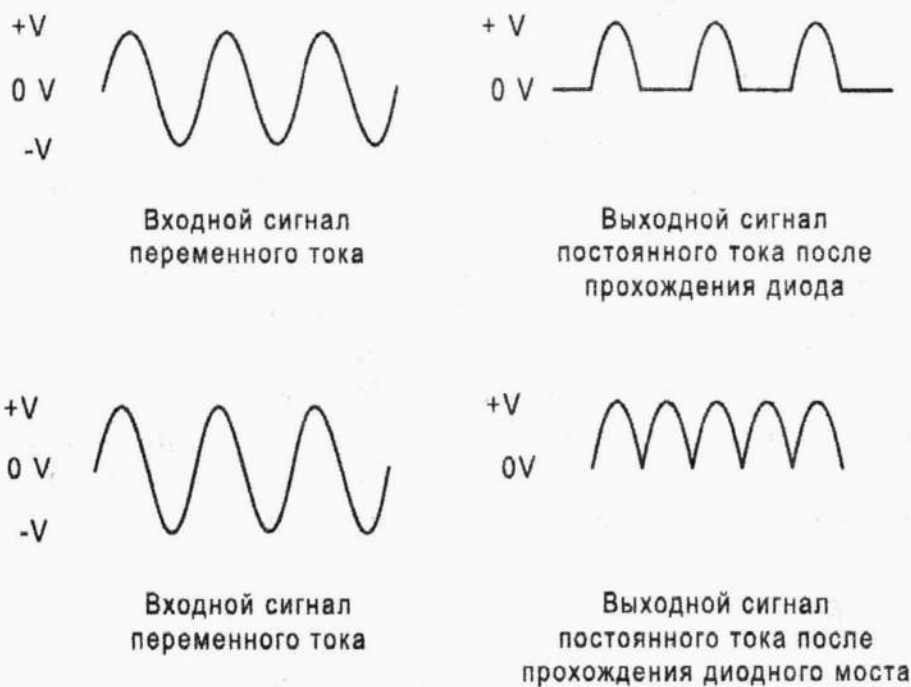

Рис. 4.6. Диоды могут служить для преобразования переменного тока в постоянный
- ✓ **Выпрямительный диод.** Этот основной тип диода преобразовывает (или выпрямляет) переменный ток в постоянный. (Запомните: переменный ток постоянно пульсирует между плюсом и минусом, а постоянный ток стабилен и может быть постоянно либо положительным, либо отрицательным. Примеры сигналов постоянного и переменного тока изображены на рис. 4.6). Диоды очень часто называют выпрямителями, поскольку эту функция является основным их свойством.